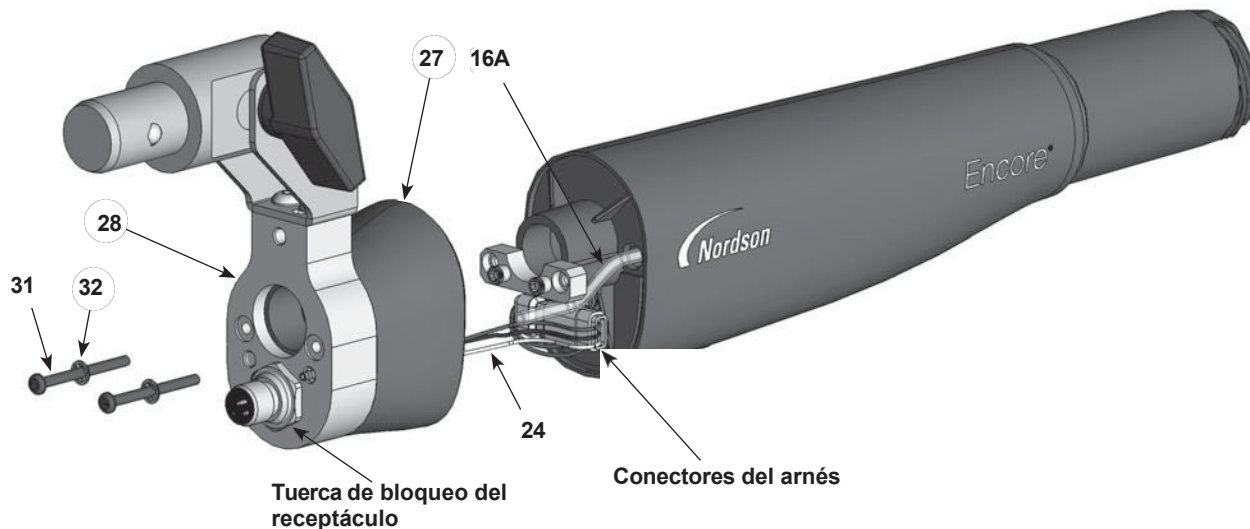

Figura 7-2 Desmontaje del pistol – Sustitución del tubo de polvo
3. Véase la figura 7-2. Desatornille y retire los dos tornillos de cabeza hueca (31) y las arandelas de seguridad dentadas internas (32) de la tapa final (28).
- c. Véase la figura 7-2. Desatornille la tuerca de seguridad del receptáculo y, a continuación, retire el receptáculo y el arnés de la tapa del extremo.
17. Véase la Figura 7-2. Instale la tapa final y el conjunto del cuerpo trasero de la pistola en el cuerpo de la pistola, asegurándose de no pellizcar los cables del arnés.